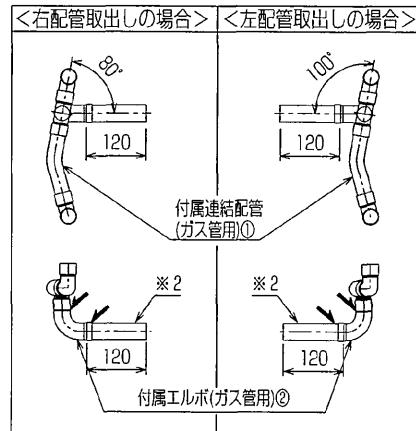

図1
(スライドピースを電動機側にして使用しないでください。) 図1参照
(図1) 可変ブーリー
- (3) 図1に示す通り付属配管（ガス管用）をユニットに接続する前に配管取り出し方向に合わせて口ウ付接続し、組立ててください。
- (4) 液管接続部のゴムキャップを外し、配管内に封入されている窒素ガスを抜いてください。
- (5) ガス管接続部のキャップ配管を取り外してください。